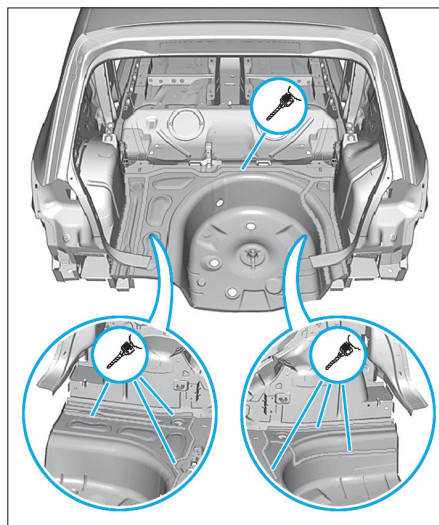

FIG. 123
- Dépointer le bac de roue de secours (Fig.123).